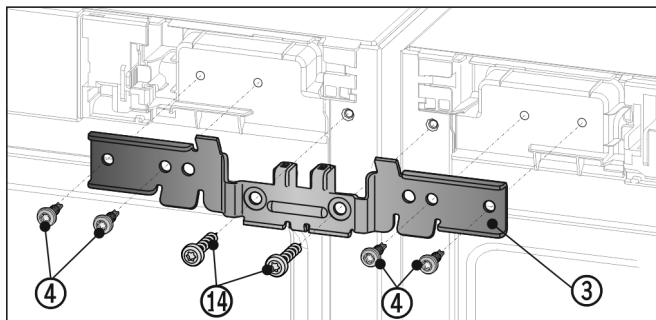

Fig. 13
- ▶ Deslice la escuadra Fig. 13 (3) junto con la pieza distanciadora entre los aparatos e insértela en las espigas. Fije la escuadra atornillando alternativamente a la derecha y a la izquierda los cuatro tornillos Fig. 13 (4) y los tornillos de conexión a tierra Fig. 13 (14) previamente desenroscados.